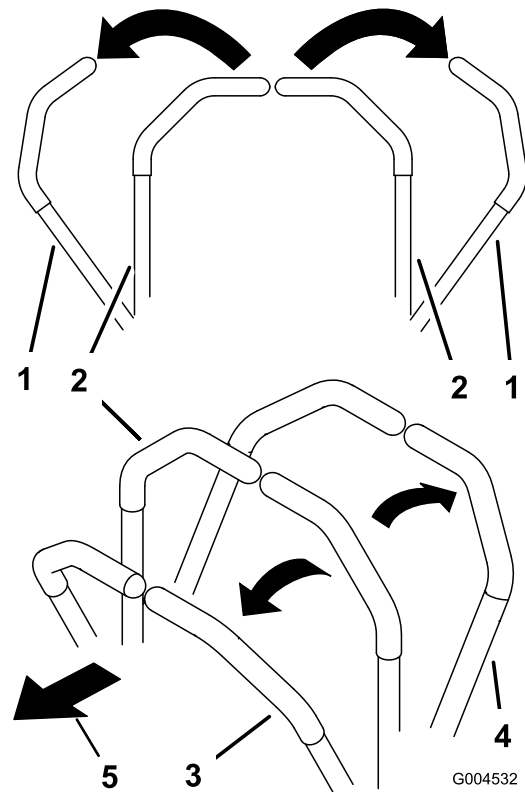

Figure 14
1. Placez les poignées de commande en position de VERROUILLAGE AU POINT MORT (Figure 14).